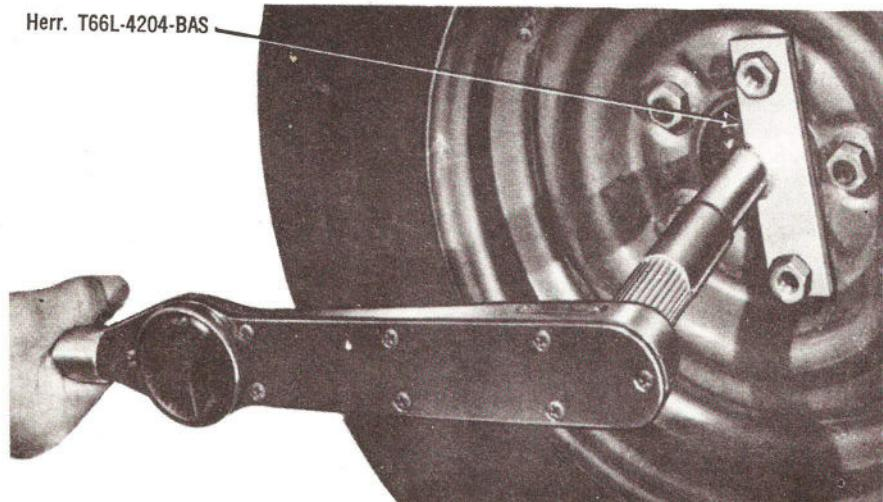

Fig. 1—Comprobación de Torsión para Soltar Freno de Estacionamiento.
3. Levante el automóvil. Afloje la tuerca de seguridad del estabilizador y gire la tuerca hacia delante contra la guía del cable en el estabilizador hasta que haya una tensión de 75-100 libras en el cable trasero izquierdo o 100 lbs. pie de torsión haciendo girar las ruedas traseras en rotación hacia el frente con una llave de torsión y la herramienta T66L-4204-BAS como se indica en la Fig. 1. La medida de torsión debe hacerse en relación a la línea central de la rueda. Apriete la tuerca de seguridad.